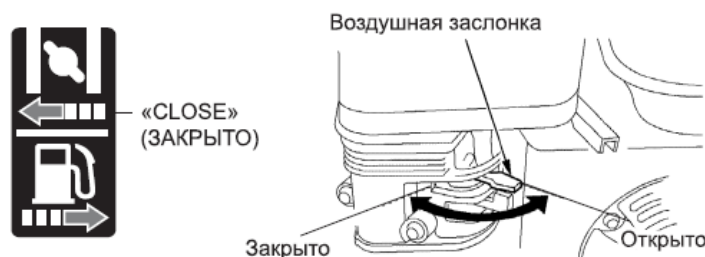

Рисунок 9 – Воздушная заслонка
6.3.2. При запуске холодного двигателя рычаг воздушной должен находиться в положении «закрыто» - крайнее левое положение (рисунок 9).